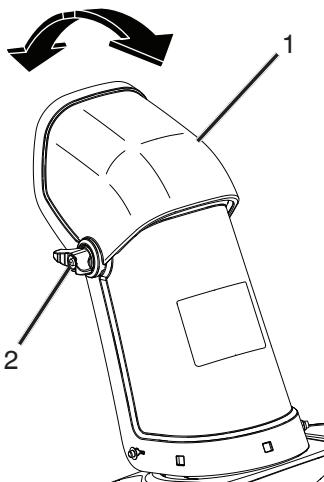

Figure 19
- Pour augmenter ou diminuer l'angle du déflecteur de goulotte, desserrer les deux boutons du déflecteur de goulotte sur le déflecteur de goulotte, soulever ou abaisser le déflecteur de goulotte à la position désirée et resserrer les boutons (Figure 19).